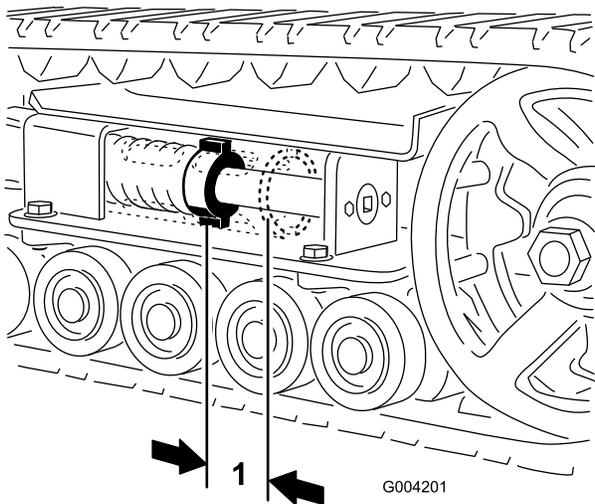

Figura 44
Deve haver 7 cm entre a porca de tensão e a parte de trás do tubo de tensão (Figura 44). Caso contrário, ajuste a tensão da lagarta utilizando o seguinte procedimento:
- Usando uma chave de  $\frac{1}{2}$  polegada, rode o parafuso tensionador no sentido contrário ao dos ponteiros do relógio até que a distância entre a porca tensionadora e a parte de trás do tubo de tensão (Figura 44) seja de 7 cm.
- Rode o parafuso tensionador no sentido contrário ao dos ponteiros do relógio até que a distância entre a porca tensionadora e a parte de trás do tubo de tensão (Figura 44) seja de 7 cm.
18. Rode o parafuso tensionador no sentido contrário ao dos ponteiros do relógio até que a distância entre a porca tensionadora e a parte de trás do tubo de tensão (Figura 44) seja de 7 cm.